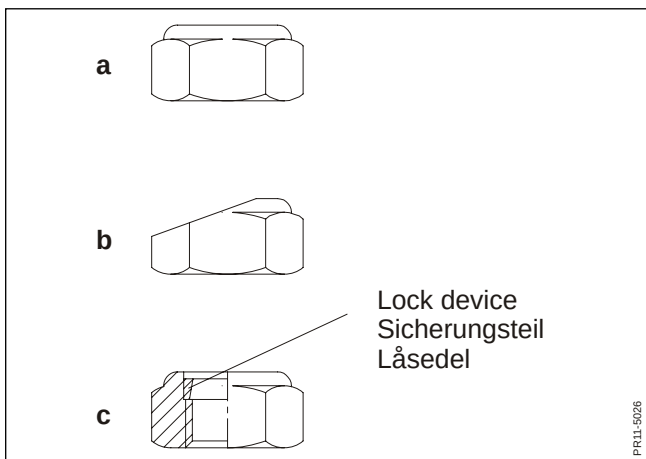

Fig. 5-3
- Fig. 5-3 Specialmøtrikken skal skiftes hvis: